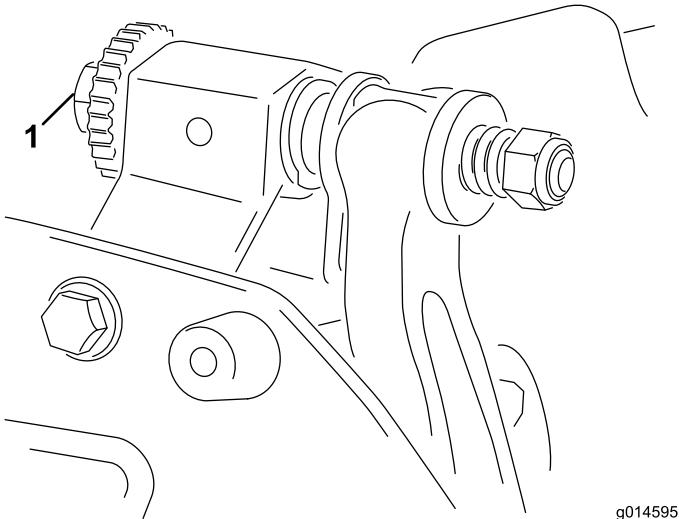

Figure 4
1. Placez le plateau de coupe sur une surface de travail plane et horizontale. Supprimez le contact avec le cylindre en tournant les vis de réglage de la barre d'appui dans le sens antihoraire (Figure 4).